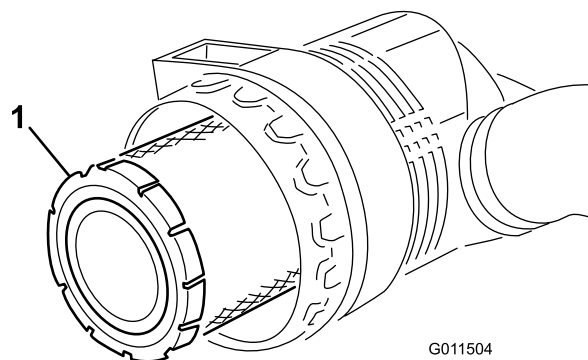

Figura 71
3. Retire y cambie el filtro primario (Figura 71).